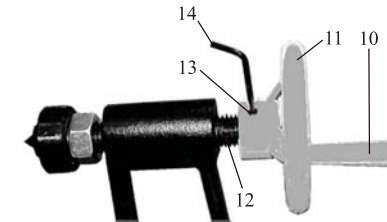

рис. 3
7.4. Рукоятку 10 (рис. 3) вкрутите в резьбовое отверстие маховика 11 (рис.
3). Установите маховик 11 (рис. 3) на пиноль 12 (рис. 3) и закрепите винтом 13 (рис. 3), используя шестигранный ключ 14 (рис. 3).